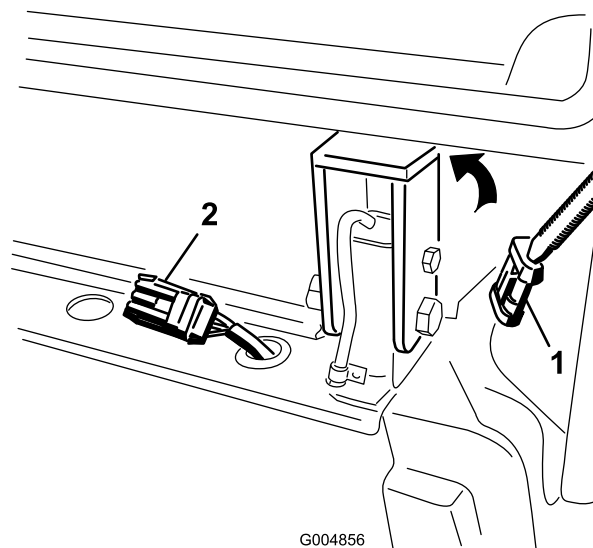

Figura 35
27. Retire el tapón y enchufe el conector del mazo de cables de la cabina en el arnés del bastidor trasero (Figura 35).